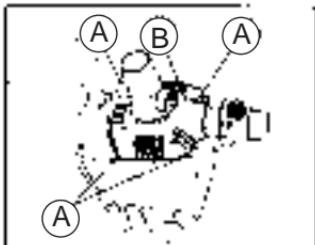

Figura 1
Utilizar un destornillador Philips (cabeza en cruz) para desmontar los 4 tornillos (A) que sujetan la cubierta de la cubierta del motor (B) Figura 1.